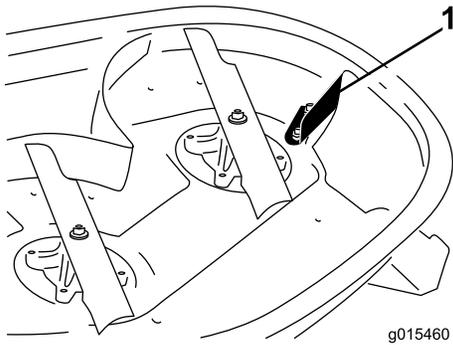

Figure 1
8. Certains modèles sont équipés d'un déflexeur sur l'ouverture d'éjection (Figure 1). Déposez le déflexeur s'il est présent. Mettez les pièces de côté pour un usage ultérieur.